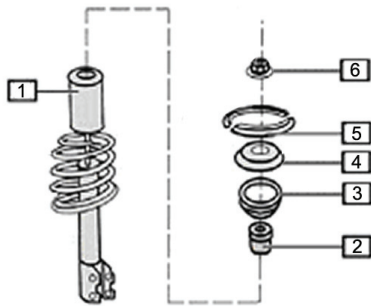
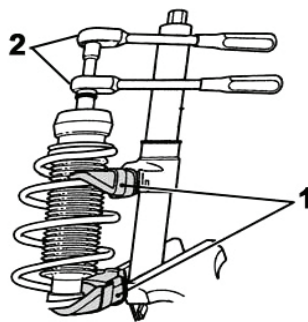

Fig. 4:
Fig. 5:
- **Fig. 5** Federbein in geeignete Haltevorrichtung klemmen und Federspanner (1) ansetzen.
- Kolbenstangenmutter mit Spezialwerkzeug (2) abschrauben.
- **Fig. 4** Die Anbauteile (1 – 4) des Federbeins entnehmen, reinigen und auf Verschleiß überprüfen.
- **Fig. 5** Clamp suspension strut in suitable holding device and apply spring tensioner (1).
- Use a special tool (2) to unscrew piston rod nut.
- **Fig. 4** Remove the suspension strut's add-on parts (1 – 4), clean them, and check for wear.
- **Fig. 5** Insérer la jambe de force dans un dispositif de support approprié et fixer le tendeur de ressort (1).
- Dévisser l'écrou de la tige de piston avec un outil spécial (2).
- **Fig. 4** Enlever les composants (1 – 4) de la jambe de force, les nettoyer et contrôler l'usure.
- **Fig. 5** Fijar el amortiguador con ayuda de un dispositivo apropiado y colocar el tensor de muelle (1).
- Desatornillar la tuerca del eje del amortiguador con una llave especial (2).
- **Fig. 4** Retirar las piezas (1 – 4) del amortiguador, limpiarlas y comprobar el desgaste.
- **Fig. 4** Original Anbauteile folgerichtig montieren.
- **Fig. 5** Kolbenstangenmutter mit Spezialwerkzeug (2) festschrauben (60 Nm).
- **Fig. 4** Mount the original add-on parts in the correct sequence.
- **Fig. 5** Use special tool (2) to tighten piston rod nut (60 Nm).
- **Fig. 4** Monter les pièces originales dans l'ordre correspondant.
- **Fig. 5** Visser solidement l'écrou de la tige de piston avec un outil spécial (2) (60 Nm).
- **Fig. 4** Montar las piezas originales en el orden apropiado.
- **Fig. 5** Apretar la tuerca del eje del amortiguador con una herramienta especial (2) (60 Nm).